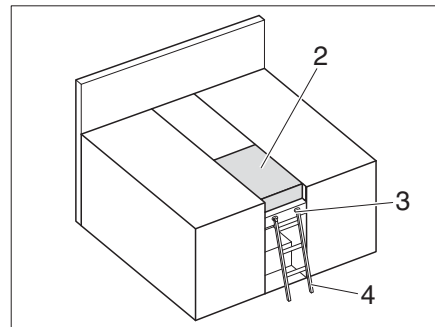

Bild 160 Dubbelsäng
- Lägg på extradynor (Bild 160,2).
Stega För att komma upp i den övre sängen ska man använda den seriemässigt medföljande stegen (Bild 160,4).
Haka fast: ■ Haka fast stegen (Bild 160,4) med krokarna i hållaren (Bild 160,3) på ramen.